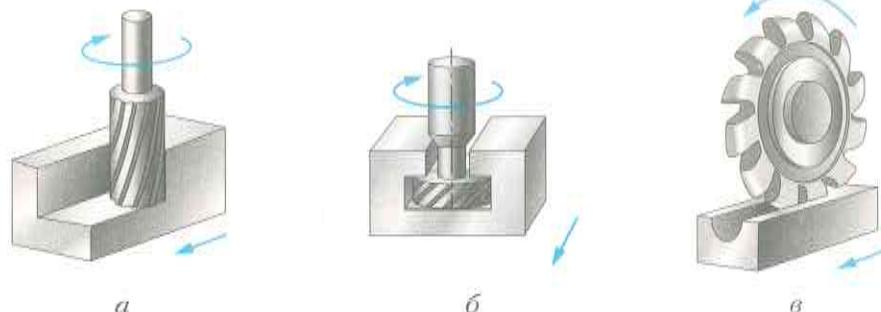

Рис. 55. Виды фрез: а, б – концевые; в – фасонная
**Фрезерование** – это операция механической обработки металлов и искусственных материалов резанием. Она заключается в том, что многолезвийный инструмент – фреза (рис. 55) совершает вращательное (главное) движение, а обрабатываемая заготовка – поступательное (движение подачи).